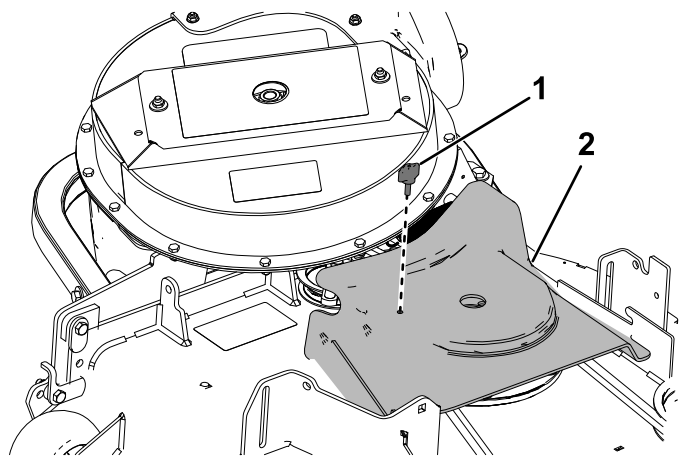

Figura 39
5. Instale la cubierta de la correa del soplador sobre la correa, y sujete la cubierta de la correa con el pomo (Figura 39).